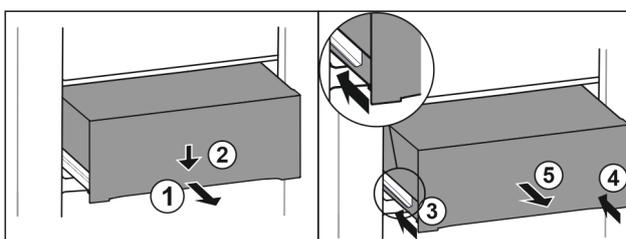

Fig. 122
- Tirer le tiroir jusqu'à mi-chemin. Fig. 122 (1)
- Appuyer sur l'avant du tiroir vers le bas. Fig. 122 (2)
- Insérer le rail gauche d'env. 2 cm. Fig. 122 (3)
- Insérer le rail droit d'env. 2 cm. Fig. 122 (4)
- Retirer le tiroir par l'avant. Fig. 122 (5)